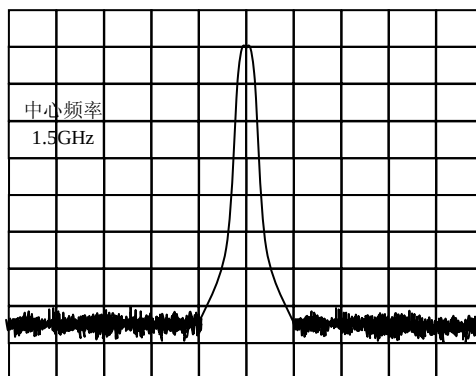

图 14 频率 1.5GHz, 幅度 10dBm
- d) 完成了以上两个操作，把频谱仪设置成中心频率在 1.5GHz，幅度为 20dBm，扫宽 10MHz，此时频谱仪将显示如图 14 所示画面，频率 1500MHz，功率为 10.0dBm，各种调制方式均为关闭。